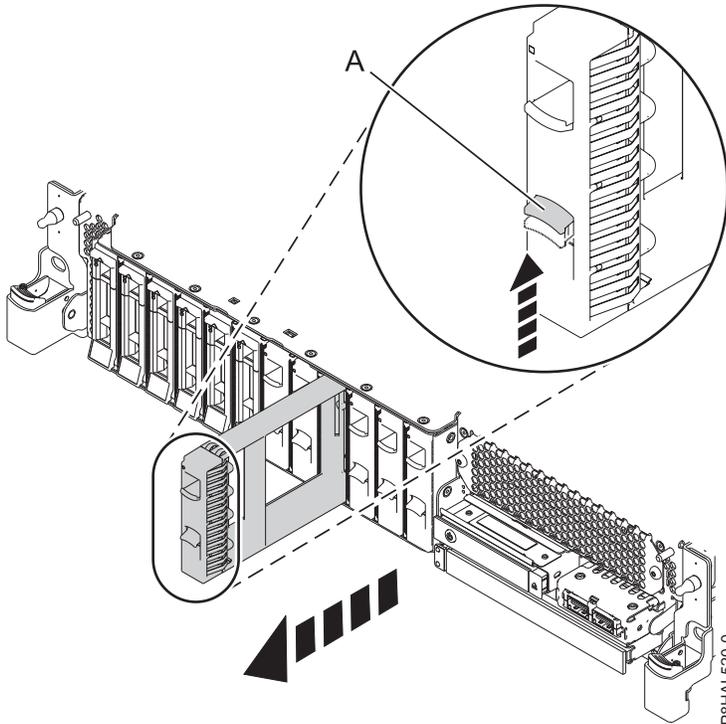

Abbildung 3. Plattenlaufwerk-Platzhalterelement ausbauen - System mit Basisfunktionen
- a. Schieben Sie die Sperre (**A**) am Griff des Platzhalterelements in die in Abb. 3 auf Seite 6 gezeigte Richtung.